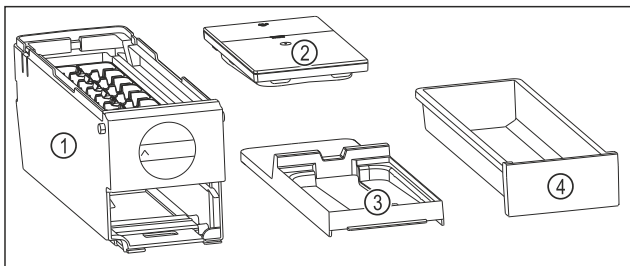

Fig. 143 Części dla EasyTwist-Ice
- ▷ EasyTwist-Ice jest rozłożony na cztery części. (patrz Fig. 143)
- ▶ Należy demontować EasyTwist-Ice wyłącznie na przedstawione części. (patrz Fig. 143)
- ▶ Czyścić korpus EasyTwist-Ice Fig. 143 (1) w całości.